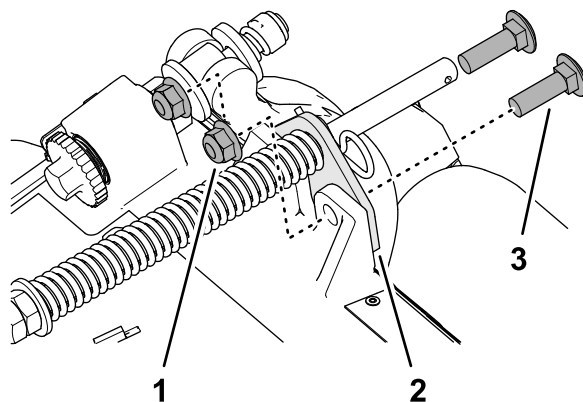

図 11
2. ターフ補正器用ブラケットをカッティングユニットのフレームに固定しているフランジロックナット $\frac{3}{8}$ "2個、キャリッジボルト $\frac{3}{8}$ x 1- $\frac{1}{4}$ "2本を外す 図 11。